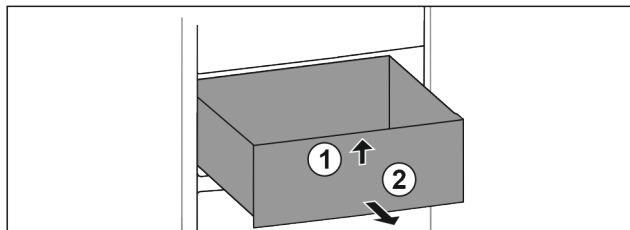

Fig. 22
- ▶ Nadvihnite zásuvku vpredu. Fig. 22 (1)
- ▶ Odoberte zásuvku dopredu. Fig. 22 (2)